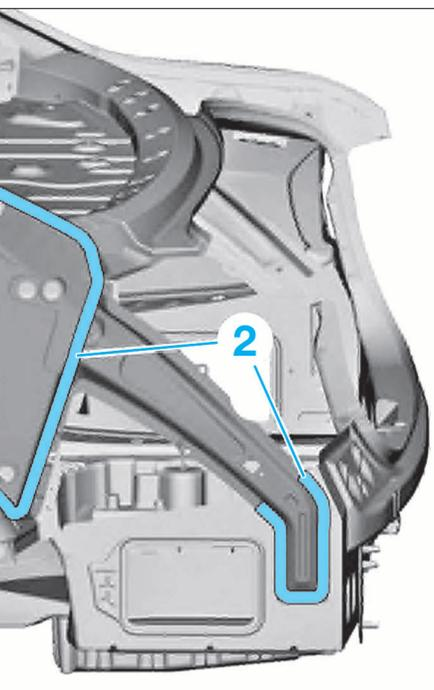
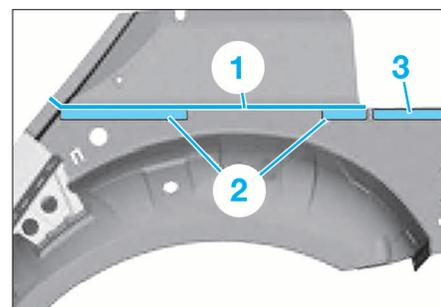

FIG. 27
FIG. 29
• Tracer la ligne de coupe (1) à la cote spécifiée puis effectuer la découpe (Fig.27).
• Défaire les cordons de soudure dans les zones (2).
• Préparation de la pièce neuve (Fig.29) :
- tracer l'élément neuf en fonction de la ligne de coupe sur le véhicule + 20 mm de supplément de matière puis effectuer la découpe (1)
- dans la zone (3), glisser la pièce de rechange sous la bride de soudure
- effectuer des soudures en bouchon dans les zones (2) et (3).
• Appliquer de la colle pour vitre sur les éléments d'insonorisation des corps creux (3) (Fig.27 et 28).